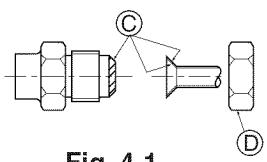

Fig. 4-1
(A) (Fig. 4-1)
(B) (Fig. 4-1)
### 4.2. Tubos de conexión (Fig. 4-1)